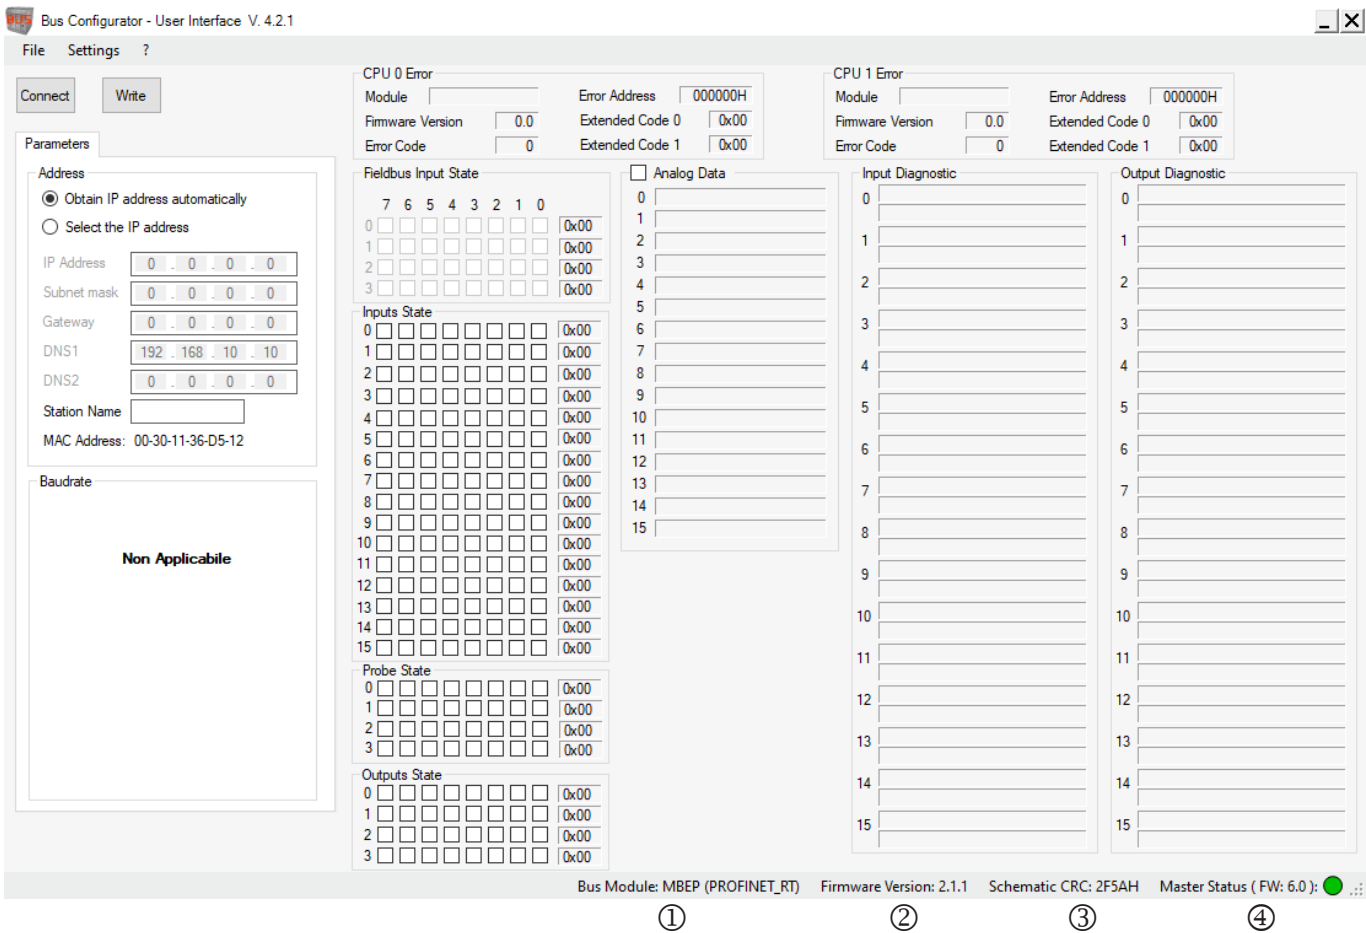

Fig. 12: Bus Configurator – User Interface, informazioni sul Bus Configurator
Il programma riconosce che è stato collegato un fieldbus (Fig. 12). La barra di stato mostra il modello fieldbus ①, la versione del firmware del modulo fieldbus ②, la CRC schematica ③ e lo stato e la versione del firmware del modello base ④:
Dopo avere instaurato il collegamento con il modulo fieldbus e in seguito al riconoscimento del modulo fieldbus è possibile configurare i parametri (vedere Fig. 12). Cliccando il pulsante **Write**, i dati di configurazione saranno trasmessi al modulo.